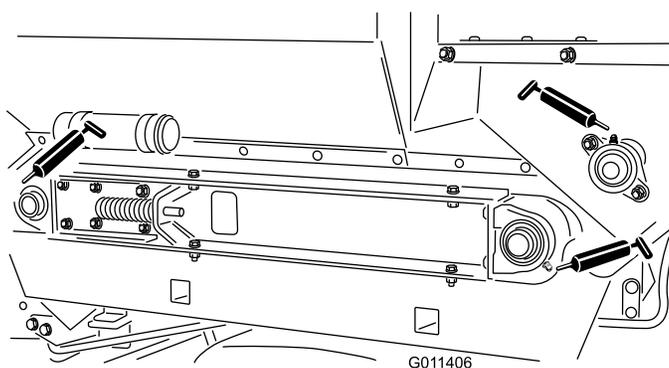

Bild 21
Die Schmiernippelstellen (Bild 21) und die Anzahl sind: Rollenwellenlager (4) und Bürstenwellenlager (1).